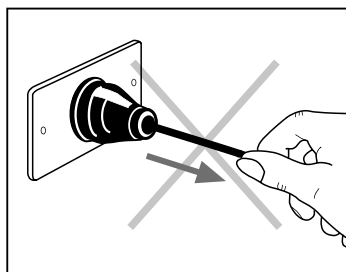

Fig. 2
- Ne tirez pas sur le cordon d'alimentation ou sur l'appareil pour retirer la fiche de la prise de courant (Fig. 2)